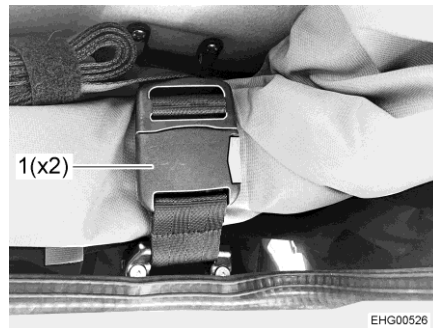

Fig. 47 Boucle de fermeture de sangle
- Ouvrir les deux boucles de fermeture de sangle (Fig. 47,1).